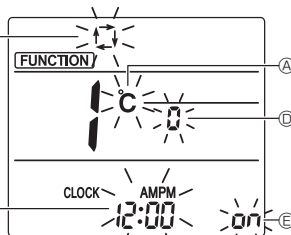

Fig. 6-10
3. Drücken Sie die [ ]-Taste ④, um die Funktionsnummer zu ändern.
- Vergewissern Sie sich, dass Funktion Nr. "1" angezeigt wird und drücken Sie die [SET]-Taste ③.
- Der Anzeige-Einstellungsbildschirm erscheint. (Fig. 6-10)